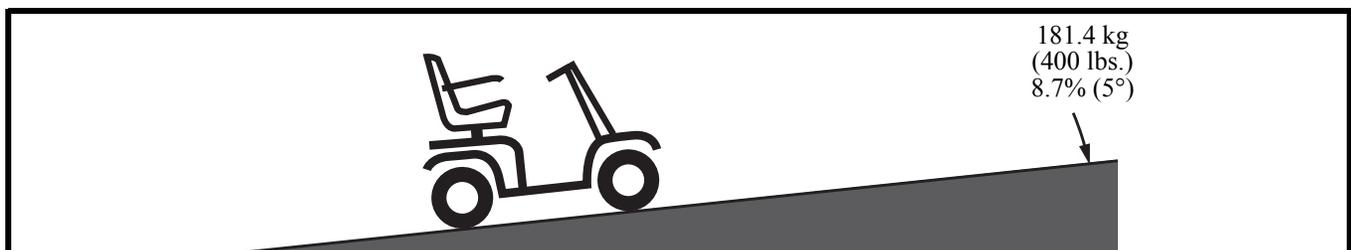

Figure 1. Inclinaison Maximale Recommandée
**MISE EN GARDE! Même si votre scooter possède la puissance motrice pour gravir des pentes plus abruptes que celles illustrées à la figure 1, ne tentez jamais sous aucune considération, de gravir une pente plus abrupte que celle présentée dans ce manuel sous peine de rendre votre scooter instable.**
D'autres pentes sont naturelles ou, si construites de main d'homme, n'ont pas été conçues spécifiquement pour des scooters. La **figure 1** illustre la capacité et la stabilité de votre scooter dans différentes conditions de poids et d'inclinaison.